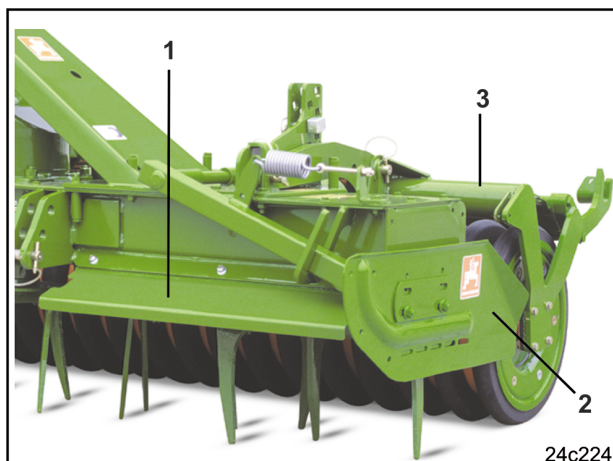

Fig. 27
**Die Maschine darf nur zum Einsatz kommen, wenn Werkzeug-Schutzbügel (Fig. 27/1), Seitenleitbleche (Fig. 27/2) und eine Walze (Fig. 27/3) montiert sind!**